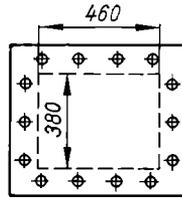

Bild 33
62. Ein Deckel, welcher einen Schieberkasten von $380 \text{ mm} \cdot 460 \text{ mm}$ lichter Öffnung verschließt, ist nach Bild 33 mit 14 Schrauben befestigt. Dampfdruck 9 at. Wie dick sind die Schrauben auszuführen, wenn die zulässige Zugspannung wegen der hinzukommenden Beanspruchung infolge festen Anziehens zwecks Dichtung nur 200 kp/cm^2 betragen soll?